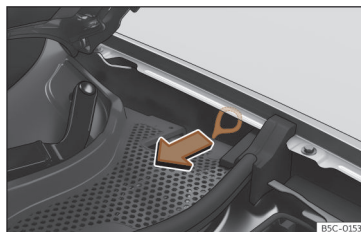

Fig. 59 Entre a lateral esquerda e a dobradiça do capô do motor Puxador para o desbloqueio manual de emergência do conector de carregamento.
O puxador para o desbloqueio manual de emergência encontra-se no lado esquerdo do compartimento do motor, por cima da tomada de carregamento >>> **Fig. 59**.
- Puxe a alavanca >>> **Fig. 59**.